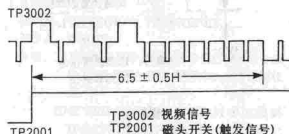

图2
②示波器 CH-2接TP3002;
③放校正用标准磁带(VFM8080HMFPH);
④调节VR2001N,使相位移为 6.5 ± 0.5 H,如图2所示。